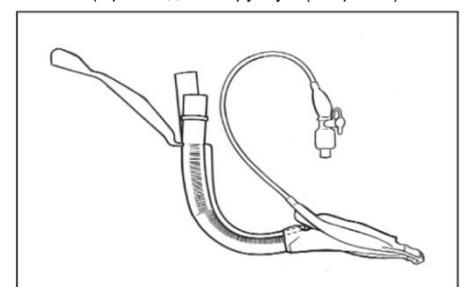

Рис. 3. LMA® ProSeal™ с установленным LMA® ProSeal™ Introducer.
- В скобу для LMA® ProSeal™ Introducer также можно вставить указательный или большой палец при введении вручную (см. рис. 3).